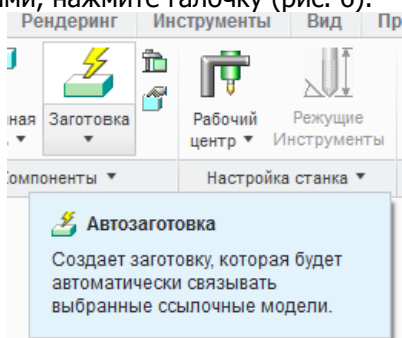
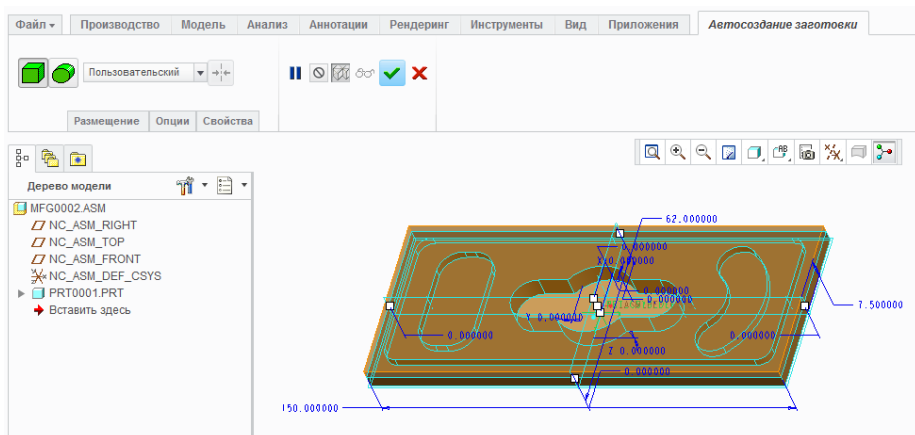

Рисунок 5 – Создание заготовки
Рисунок 6 – Параметры операции «Заготовка»
5. Далее создаем заготовку за счет нажатия соответствующей кнопки (рис. 5). Соглашаясь с предложенными параметрами, нажмите галочку (рис. 6).